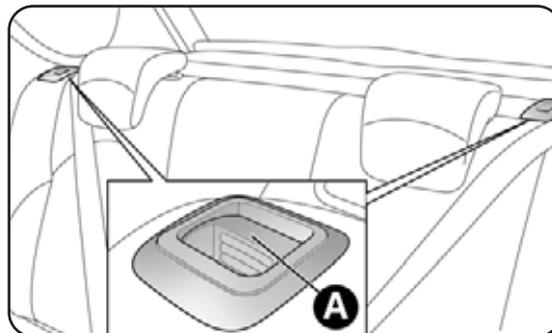

fig. 65
- levantar as alavancas A-fig. 65 de retenção dos encostos e rebater para a frente o assento desejado (o levantamento da alavanca A é evidenciado por uma “banda vermelha”).
Levantar os encostos empurrando-os para trás até sentir o ressalto de bloqueio de ambos os mecanismos de fixação, verificando visualmente o desaparecimento da “banda vermelha” presente nas alavancas A-fig. 65. A “banda vermelha” indica de facto a falta de fixação do encosto.